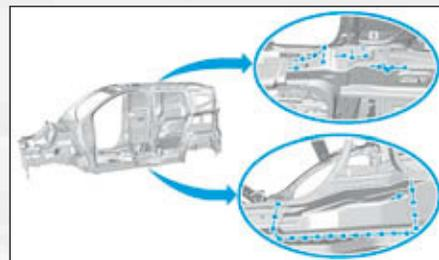
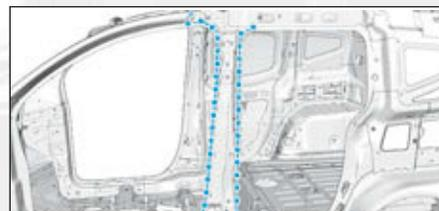

FIG.88
FIG.89
- Préparer les zones d'accostages sur la caisse (Fig.88) et (Fig.89).